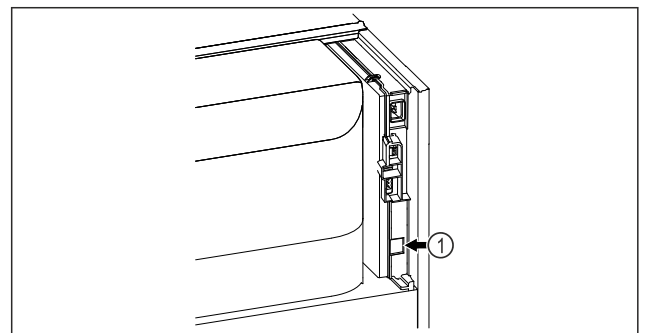

Fig. 97
- SmartModule Fig. 97 (1) er satt inn.